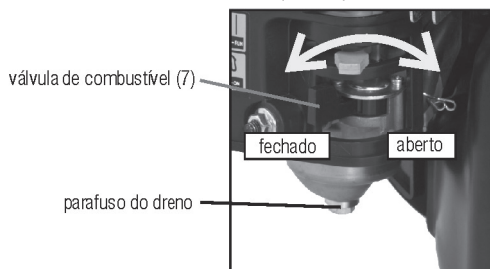

Fig. 13 – Parafuso do dreno
- 2 – Posicione a válvula de combustível para posição OFF (fechada) (fig. 13);
- 4 – Com auxílio de uma chave remova o parafuso do dreno (fig. 13);
- 5 – Posicione a válvula de combustível para posição ON (aberta) (fig. 13) e drene todo o combustível para evitar a formação de resíduos no sistema de combustível;